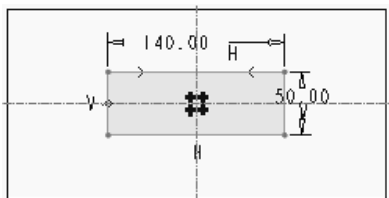
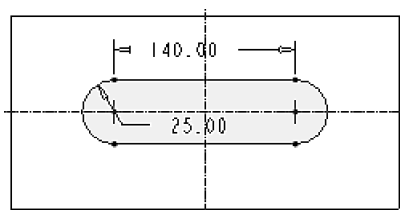

图 6-89 编辑前的草绘
图 6-90 编辑后的草绘
(3) 单击【草绘视图】按钮 **草绘视图**，使草绘平面平行于屏幕，如图 6-89 所示。编辑后的草绘图形如图 6-90 所示。单击 **✓** 按钮完成草绘编辑。